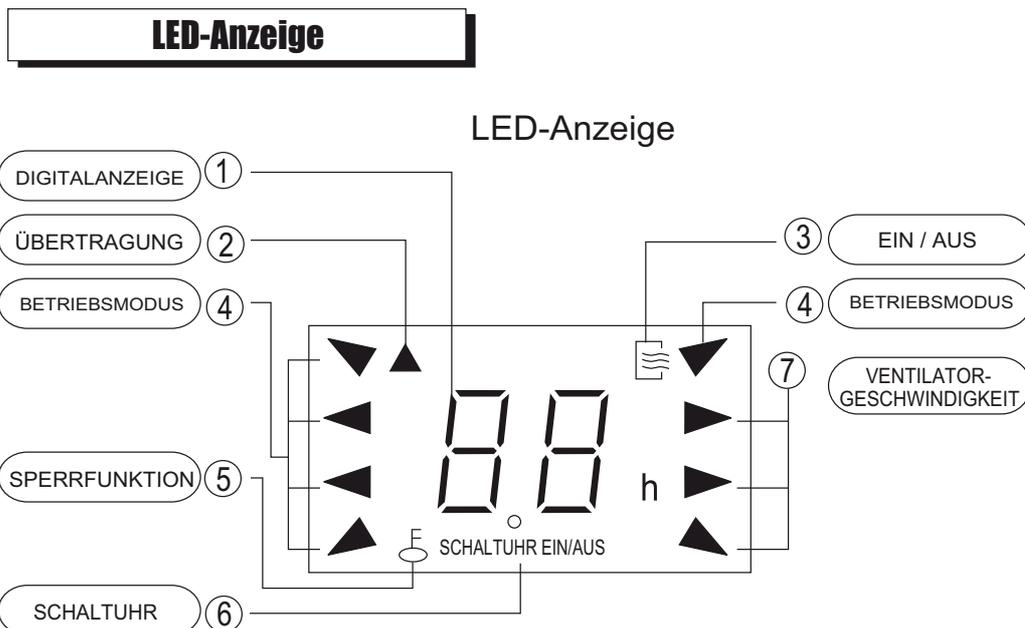

Abb. 2
- ① **Digitalanzeige** : Auf der Digitalanzeige wird die eingestellte Temperatur angezeigt. Bei der Schaltuhraktivierung wird die Einschalt-/Ausschalt-einstellung angezeigt. Beim Ventilatorbetriebsmodus werden keine Angaben angezeigt.
- ② **ÜBERTRAGUNG** : Diese Anzeige blinkt, wenn die Fernbedienung ein Signal an die Inneneinheit sendet.
- ③ EINSCHALTEN/AUSSCHALTEN : Das EIN/AUS-Zeichen beleuchtet, wenn das Klimagerät eingeschaltet wird, und wird bei der Ausschaltung gelöscht.
- ④ BETRIEBSMODUS : Durch Drücken dieser Taste wird der aktuelle Betriebsmodus angezeigt: AUTO / KÜHLUNG / ENTFEUCHTUNG / HEIZUNG (nicht bei nur-Kühl-Modellen verfügbar) oder VENTILATOR.
- ⑤ SPERRFUNKTION: Durch Drücken dieser Taste leuchtet die Sperrlichtanzeige auf. Drücken Sie die Taste wieder und die Anzeige wird gelöscht.
- ⑥ SCHALTUHR : Anzeige der eingestellten Schaltuhrangaben. Bei eingestellter Einschaltuhr wird die entsprechende Uhrzeit angezeigt (TIMER ON). Bei eingestellter Ausschaltuhr wird die entsprechende Uhrzeit auch angezeigt (TIMER OFF). Bei eingestellter Ein- und Ausschaltuhr wird TIMER ON-OFF angezeigt, was darauf hinweist, dass das Gerät zum automatischen Ein- und Ausschalten eingestellt wurde.
- ⑦ VENTILATORGESCHWINDIGKEIT : Drücken Sie diese Taste, um die gewünschte Geschwindigkeitsstufe auszuwählen. Auf der LCD-Anzeige werden die entsprechenden Angaben angezeigt (außer bei Auto-G.).
**▲ HINWEIS :** Die Abbildung 2 ist ausschließlich beispielhaft. Beim Betrieb werden nur die entsprechenden Betriebsangaben angezeigt.